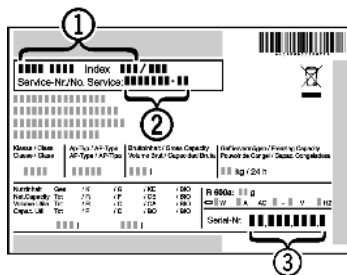

Fig. 8
- ▶ Apparaataanduiding Fig. 8 (1), service-nr. Fig. 8 (2) en serie-nr. Fig. 8 (3) van het typeplaatje aflezen. Het typeplaatje bevindt zich aan de linkerkant binnen in het apparaat.
- ▶ Contact opnemen met de Technische Dienst en het probleem, apparaataanduiding Fig. 8 (1), service-nr. Fig. 8 (2) en serie-nr. Fig. 8 (3) mededelen.